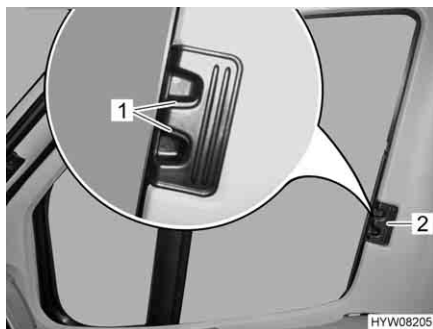
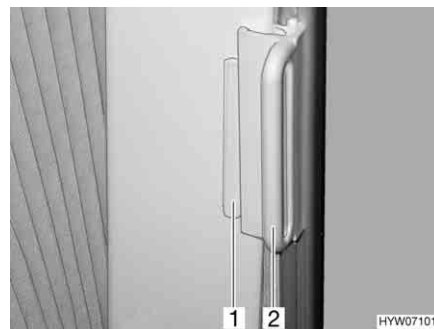

Fig. 23 Bloccaggio delle tendine oscuranti pieghevoli per il finestrino del conducente/passeggero
Fig. 24 Bloccaggio delle tendine oscuranti pieghevoli per il finestrino del conducente/passeggero (alternativa)
- Inserire la tendina oscurante pieghevole per la maniglia (Fig. 23,2 o Fig. 24,2) fino all'arresto.
- Far innestare il bloccaggio (Fig. 23,1) oppure spingere l'impugnatura (Fig. 24,2) fino al sopralzo (Fig. 24,1).